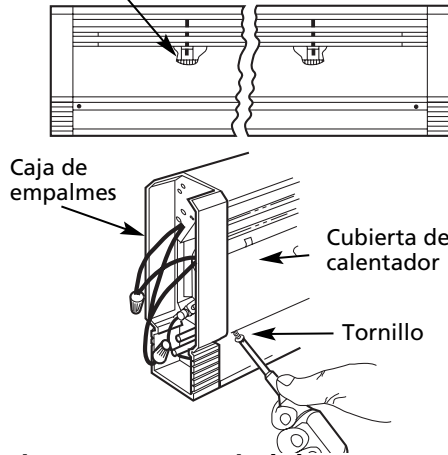

Figura 5 – Desmontaje de la Cubierta Delantera
4. Extraiga los tornillos en las esquinas inferiores del calentador y retire la cubierta delantera del calentador. Tire de la parte inferior de la cubierta hacia afuera y levante la parte superior de la cubierta de la caja de empalmes. Repita el procedimiento para el otro extremo. Desenganche del soporte central y de los soportes intermedios la parte superior de la cubierta. Consulte la Figura 5.
**AVISO:** Si la aspiradora no limpia bien el polvo, es posible que sea necesario desmontar la cubierta delantera para tener acceso a los elementos. Si es necesario hacer esto, desconecte la alimentación para el calentador y siga los pasos mostrados en la Figura 5. Tenga cuidado de no dañar las aletas del elemento de calefacción.